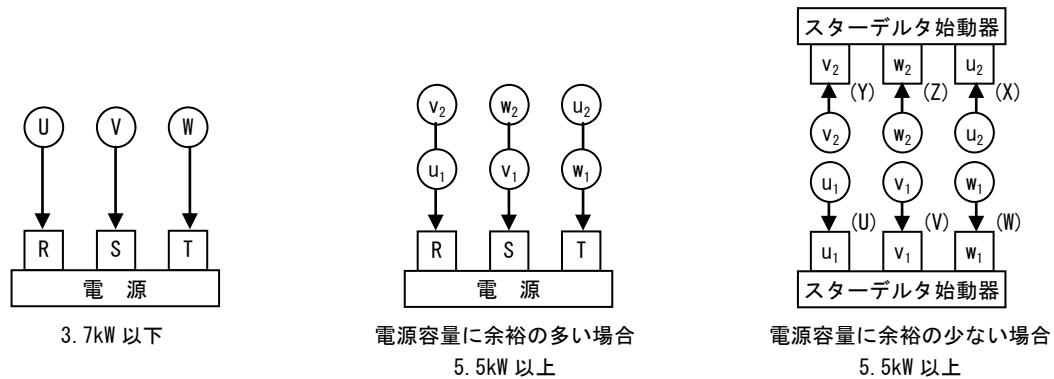

図 8 配線接続図
- (1) 配線は図 8 または、電動機のターミナルボックス内ぶたに表示された結線図、もしくは電動機に附属された取扱説明書に従い、行ってください。